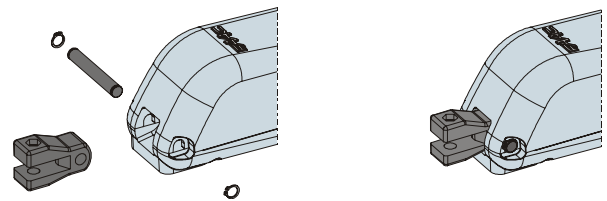

Abb. 8
- 2) Den hinteren Anschluss des Antriebs laut Angaben in Abb. 8 zusammenbauen.